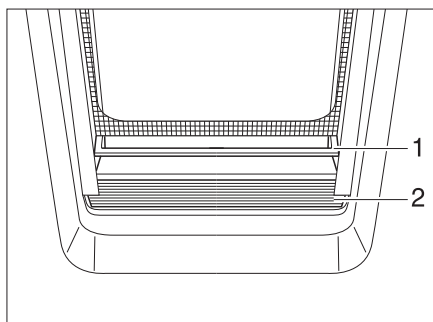

Fig. 52 Estor plegable
**Cerrar:** ■ Cogér el estor plegable (Fig. 52,2) por el centro del listón tirador (Fig. 52,1), tirarlo de abajo hacia arriba y soltarlo en la altura deseada. El estor plegable se queda fijo en esta altura.